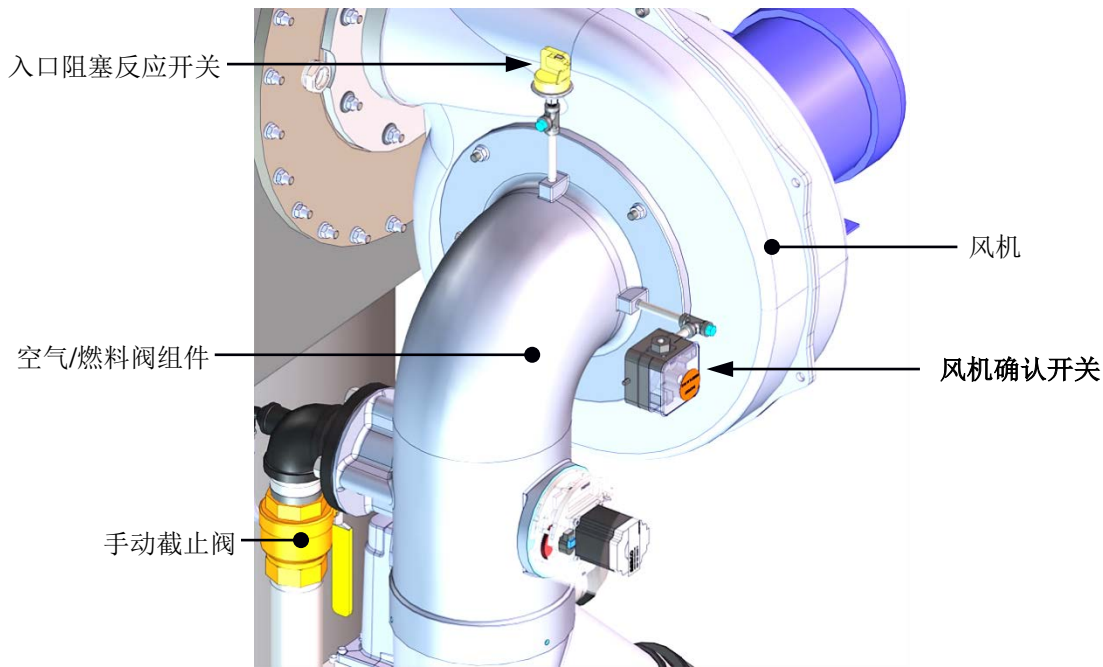

图 3-3: 风机确认开关
4. 接下来，空气/燃料阀（图 3-3）上的风机确认开关关闭。显示屏上将显示 *PURGING*（吹扫中），并以秒为单位指示吹扫的耗用时间。